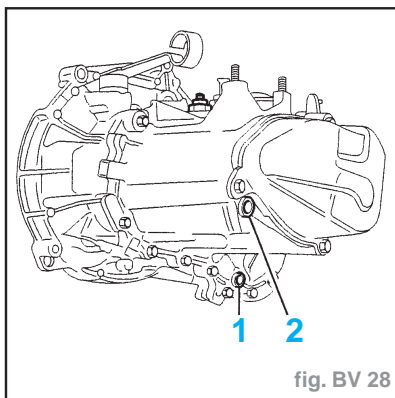

fig. BV 28
- Écrou d'axe de boîte (7) **6,5**
- Vis de fixation (5) du support bac batterie (6) **2**
- Vis de fixation (38) du cylindre récepteur d'embrayage **2**
- Vis (20) du limiteur de débattement ... **5**
- Vis (21) du limiteur de débattement ... **3,5**
- Fixation (25) prolonge différentiel ... **1,5**
- Vis de fixation inférieures (30) de la boîte de vitesses **5,5**
- Vis de fixation supérieures (31) de la boîte de vitesses **5,5**
- Bouchon de vidange (1) : couple de serrage **2,5 daN.m** (fig. BV. 28).
- Bouchon de remplissage et de niveau (2) : couple de serrage **2,5 daN.m**.